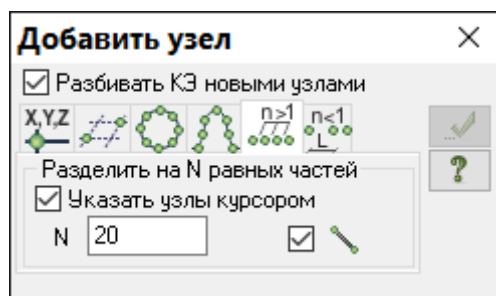

Рис.8.5. Диалоговое окно **Добавить узел**
- В поле ввода введите значение **N = 20** (рис.8.5).